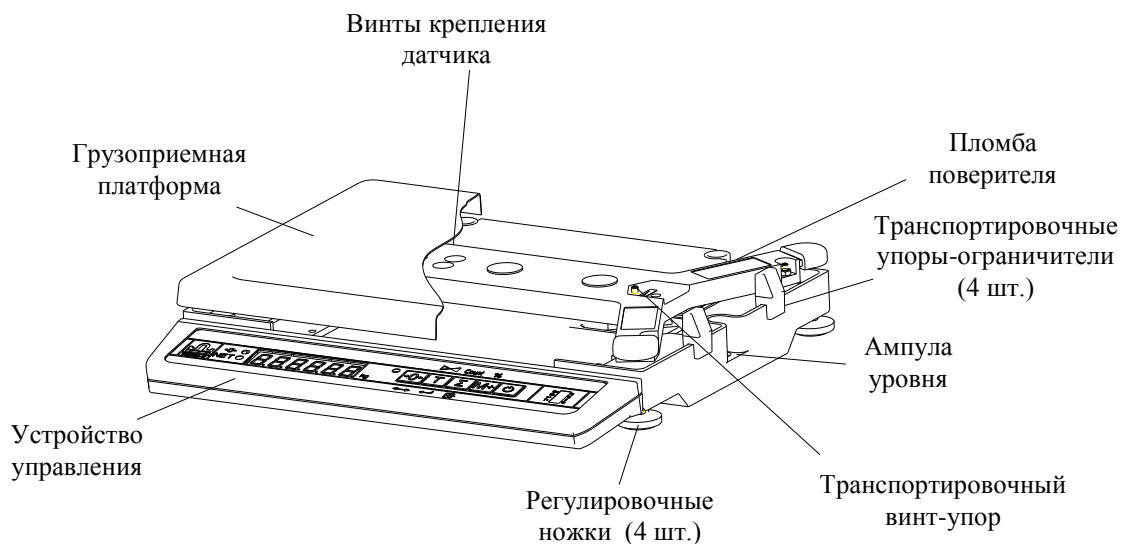
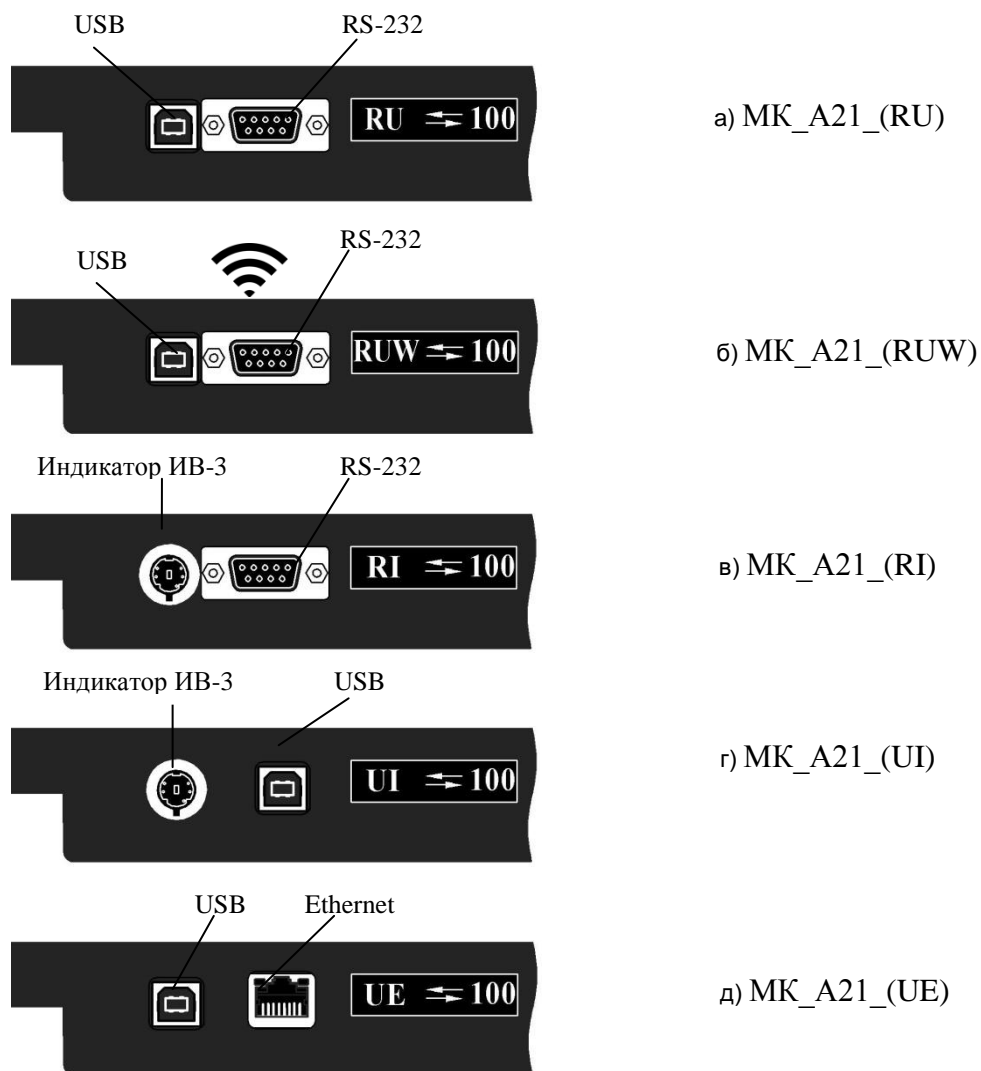

Рис. 5.1 – Весы МК_А_
Рис. 5.2. Расположение интерфейсных разъемов в различных модификациях весов МК_A21
Конструкция весов представлена на Рис. 5.1, Рис. 5.2.
6.2 Снять грузоприемную платформу с весов и убрать транспортировочные упоры-ограничители (Рис. 5.1).